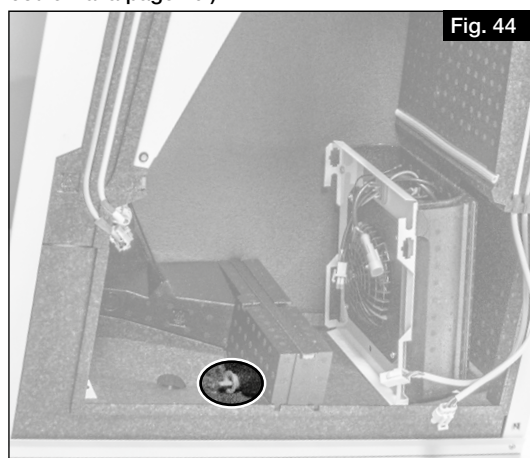

Fig. 44
- ① **Si la récupération de froid est activée, il faut retirer le bouchon situé sur la partie inférieure de l'appareil (voir Fig. 44) pour assurer l'évacuation des condensats (voir également le chapitre « 4.3 Montage du siphon à boule » à la page 10).**